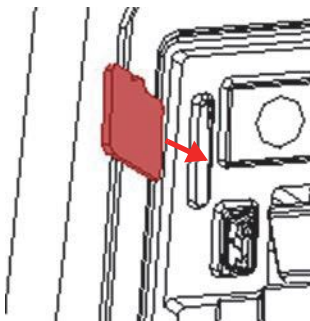

图 3-6 插入microSD卡
- ◆ 将卡插入到Vanta分析仪的microSD插槽中，然后向下推，直到听到表明卡已到位的声音（参见第62页的图 3-6）。